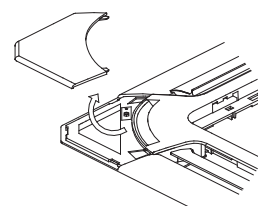

Fig.5-9
- Levante las 4 tapas, desate la cuerda de las tapas, y quitelas. (Ver la Fig. 5.9).